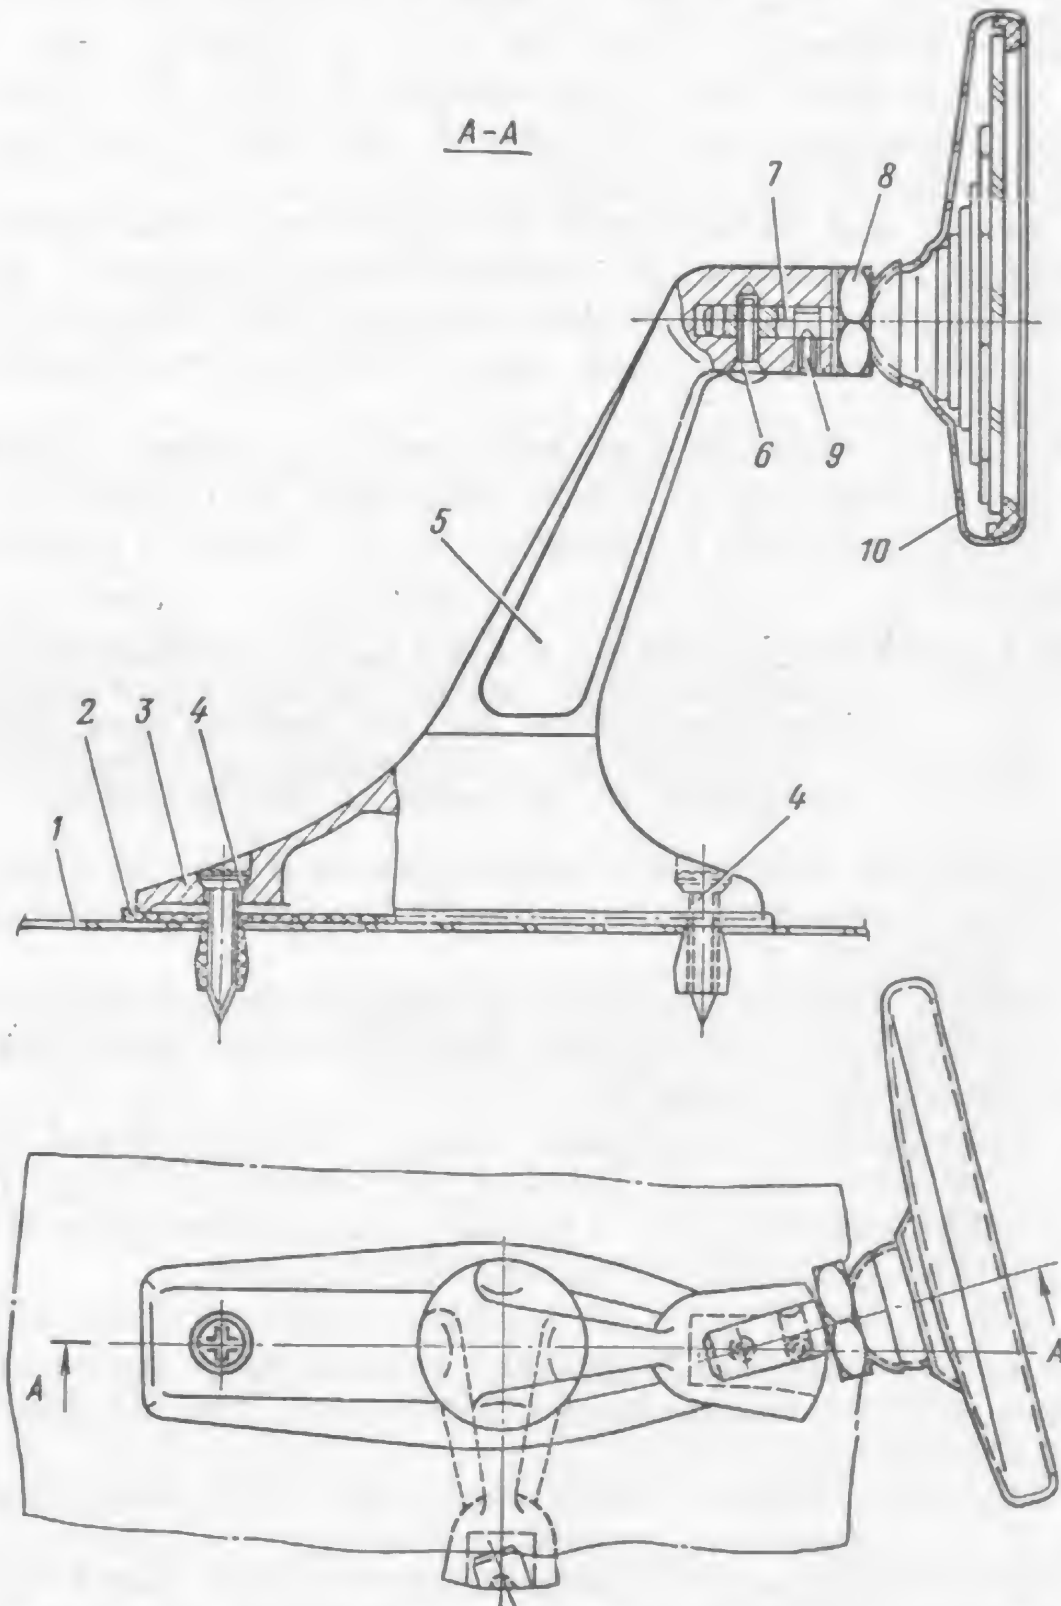

Bild 32. Außenspiegel mit Befestigungsteilen (Bezeichnung der Positionen siehe im Text)
2. In Bohrungen der Türplatte 1 (Bild 32) Vorsprünge der Plaststoffzwischenlage 2 stecken.
Anmerkung : Falls Schrauben 6 und 9 für Schraubenzieher schlecht zugänglich sind, so ist Tragarm 3 mit der linken Hand festzuhalten, mit der rechten Hand Halterung 5 nach oben bis zum Anschlag zu verschieben und zu sich im 90° zu drehen (s. Bild 32 unten).
Nachdem die Schrauben festgezogen wurden, ist Halterung 5 auf dem Tragarm 3 in ursprüngliche Stellung aufzustellen (s. Bild 32 unten).